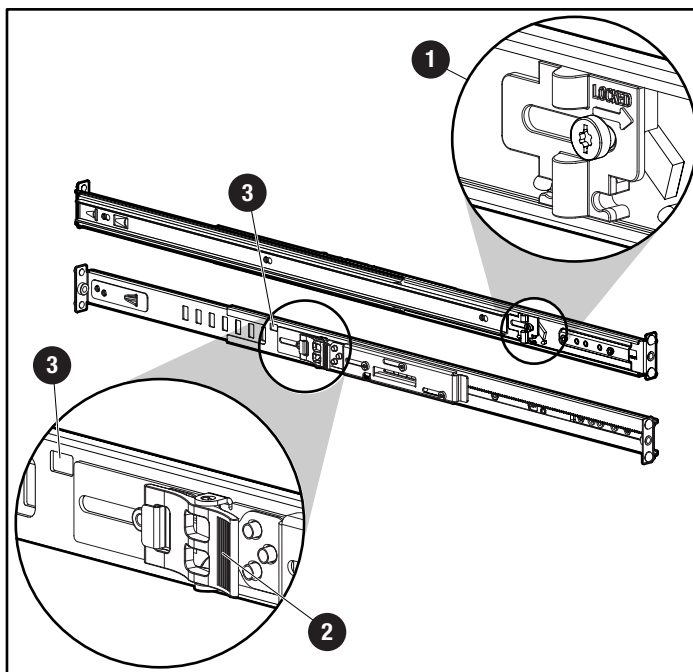

Figure 4-3. Rails de rack universels
2. Le dispositif de verrouillage des glissières, situé sur la partie interne de l'arrière des rails universels, doit être en position déverrouillée pour pouvoir ajuster la glissière à la profondeur de rack appropriée ❶. Figure 4-3.
3. Pour ajuster la longueur de la glissière, appuyez sur le loquet de dégagement de l'extension ❷.